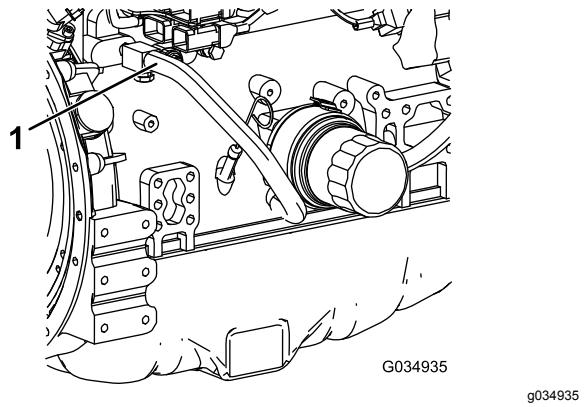

Figure 113
- 7. Débranchez le flexible de liquide de refroidissement du refroidisseur d'huile moteur (Figure 113).